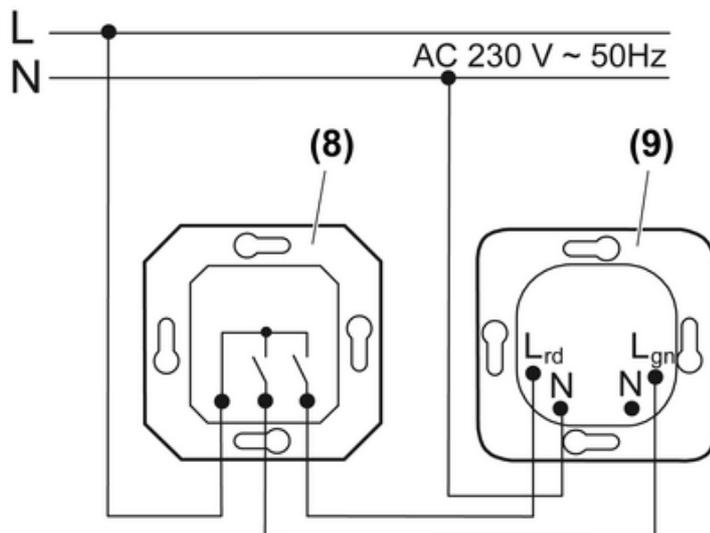

Figura 3: Esempio di collegamento per luce di segnalazione
- Collegare la luce di segnalazione secondo l'esempio di collegamento (figura 3). Al posto dell'interruttore per collegamenti in serie (8), che consente di azionare i due colori separatamente, si può utilizzare anche un deviatore, che comanda solo una commutazione dei due colori.